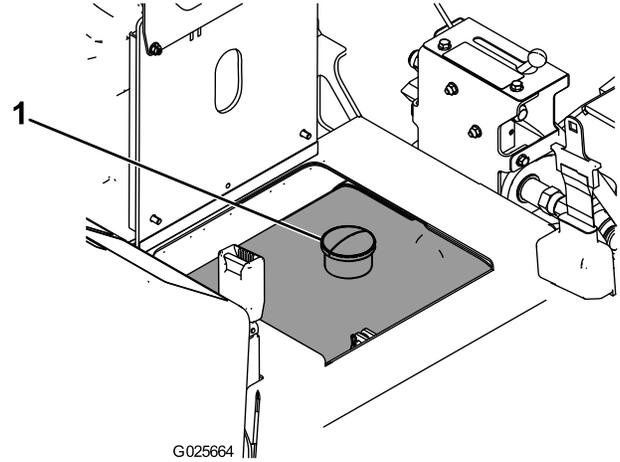

Figura 9
3. Retire el tapón del depósito de combustible (Figura 9).